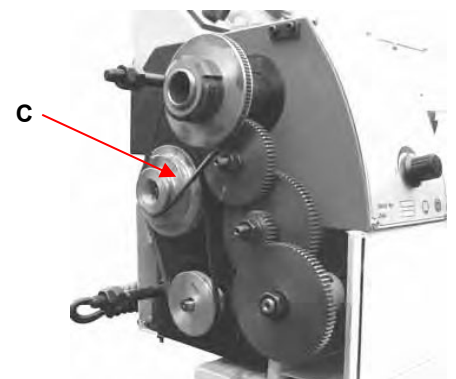

Abb. 16
2. Stellen Sie den Keilriemen (C, Abb. 16) auf die entsprechende Position ein. Den Keilriemen (C, Abb.16) in die entsprechende Position bringen.